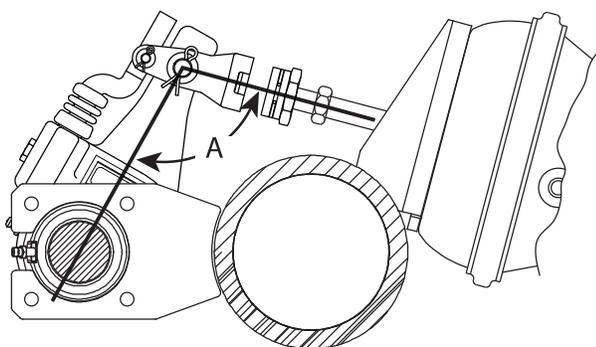

Figura 9. Ángulo de instalación adecuado de la matraca
12. Verifique el ángulo de instalación con la herramienta de instalación Bendix. Para matracas de 5.5 pulgadas, el ángulo debe ser de 98 a 111 grados. Para matracas de 6 pulgadas, el ángulo debe ser de 90 a 109 grados (figura 9).